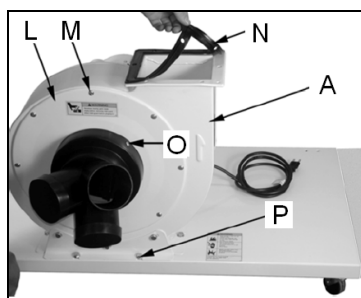

Fig 3
Fixer l'unité : moteur et bloc d'aspiration (A, Fig 3) sur le socle avec 4 vis hexagonales (P) et des rondelles.
Fixer le carter du bloc (L, Fig 3) avec 8 vis à tête goutte de suif (M).